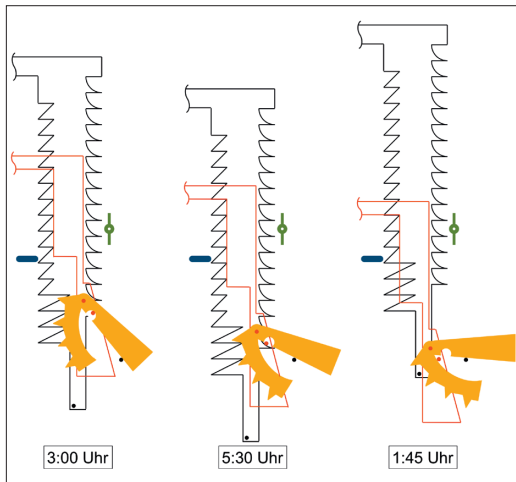

Abb. 5 GS2W1 mit automatischer Nachtabschaltung des Schlagwerks
d. h. es hält die beiden Rechen und somit bleibt das Schlagwerk blockiert (siehe Abb. 5 noch vor der Nachtabstellung).